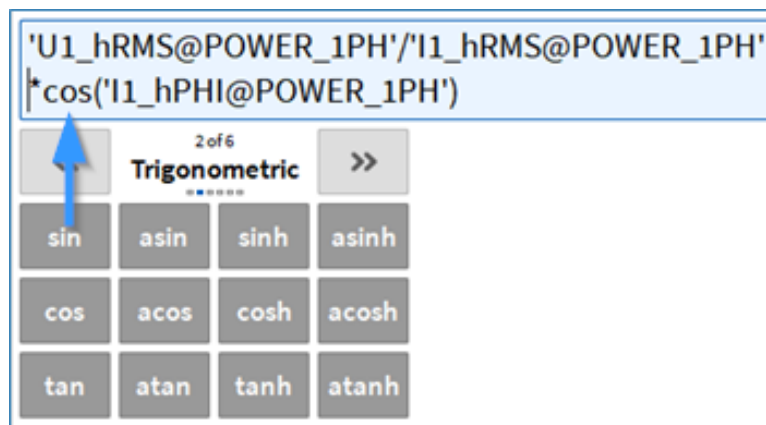

Abb. 7.71: Trigonometrische Operatoren in Kombination mit Array-Kanälen
- Trigonometrische Operatoren (siehe Abb. 7.71)